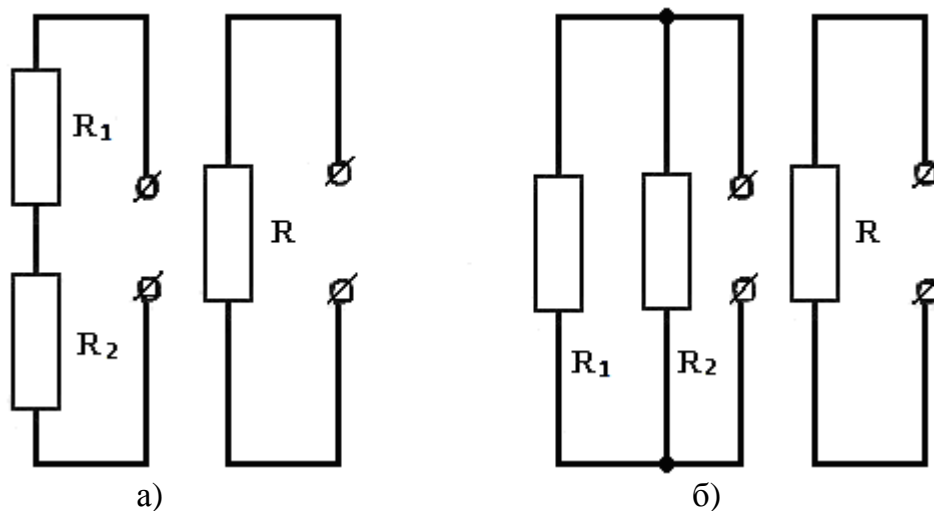

Рис. 1. а) – последовательное; б) - параллельное включение резисторов и их эквивалентные сопротивления R
Цепь постоянного тока – это соединения из электро, радио элементов по законам электричества, когда в схеме токи и напряжения неизменны с течением времени. Сопротивление R – величина, характеризующая свойства проводника (полупроводника, жидкости, газа ...) препятствовать прохождению электрического тока. Если основная функция конденсатора с емкостью C – накапливать энергию электрического поля, а для соленоида с индуктивностью L – энергию магнитного поля, то при прохождении тока по элементу с сопротивлением R в нем выделяется тепло и при этом изменяется величина проходящего по нему тока. Элементы, регулирующие токи и напряжения в цепи - резисторы. Их основной параметр – сопротивление R . Способы их соединения - Рис. 1.
Напомним, расчет эквивалентных сопротивлений R при последовательном (Рис. 1 а) и параллельном (Рис. 1 б) включении резисторов, соответственно, выражения (1) и (2):